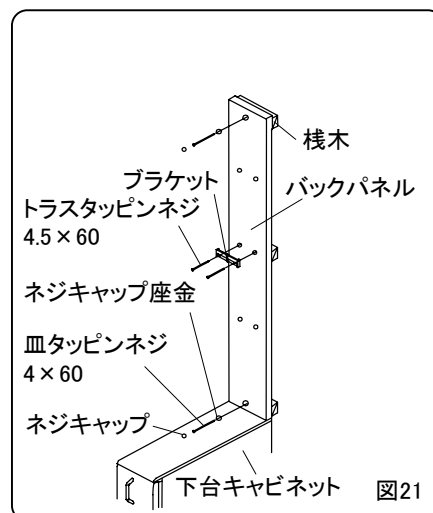

図21
- ①下台キャビネットの後板に加工した下穴よりネジ(トラスタッピンネジ4.5×60)で固定してください。
- ②下台キャビネットにバックパネルをのせ、バックパネル上下各1箇所にある下穴よりネジ(皿タッピンネジ4×60)でネジキャップ座金を通して固定してください。(図21)
- ③上下それぞれ固定後ネジキャップをはめてください。
- ④ポケット取付け用のブラケットをバックパネル中間部の穴に突起部を合わせネジ(トラスタッピンネジ4.5×60)で固定してください。(図21)